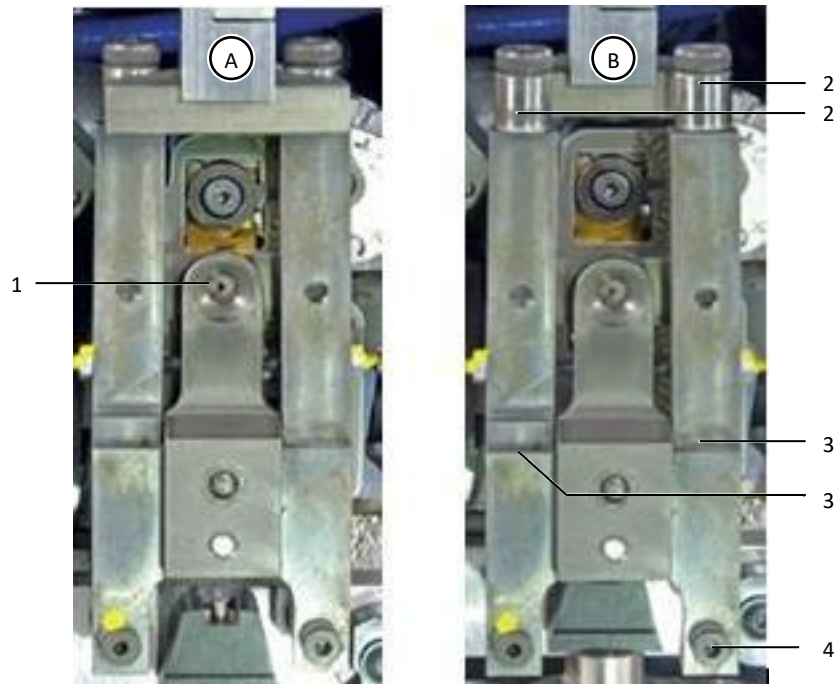

Bild 23: Trådfixeringen i driftläge (A) och framdragen (B)
- Rengör inmatningstratten (bild 23, pos. 1) med en pensel.
- Dra trådfixeringen framåt (bild 23, pos. B).
- Kontrollera att löprullarna (bild 23, pos. 2) inte kärvar.
- Olja in trådfixeringens rotationspunkter (bild 23, pos. 3).
- Se till att trådfixeringen är i det främre läget (bild 23, pos. B).
- Ta bort den högra undre skruven i trådfixeringen (bild 23, pos. 4).